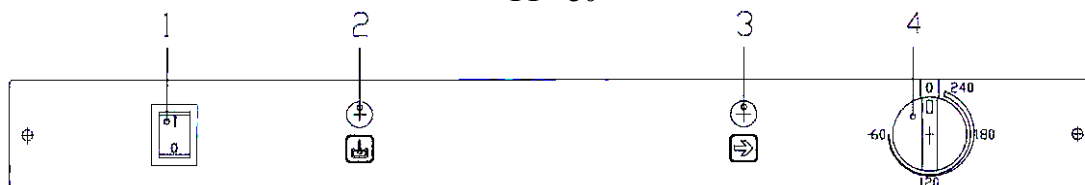

Рис. 7
- После установки переключателя в позицию I (1), рис. 7, загорится индикаторная лампа. Вода для полоскания и промыва начнет поступать в машину и нагреваться.
- Максимальная продолжительность цикла – 4 минуты. Установите регулятор (4) на требуемое время, загорится индикаторная лампа (3).
- Когда загорится индикаторная лампа (2), машина готова к работе.